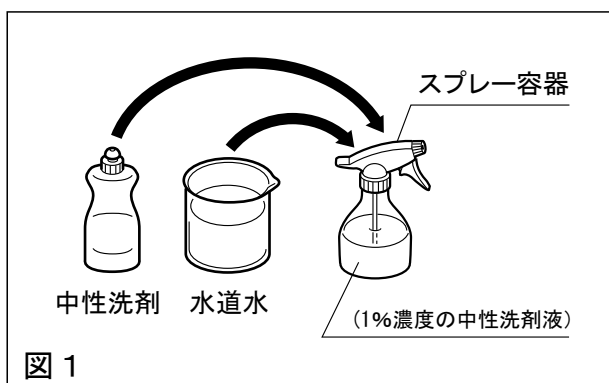

図 1
- 1) ドア内側の貼り付け面を1%濃度の中性洗剤液を使用し、清掃してください。(図1)